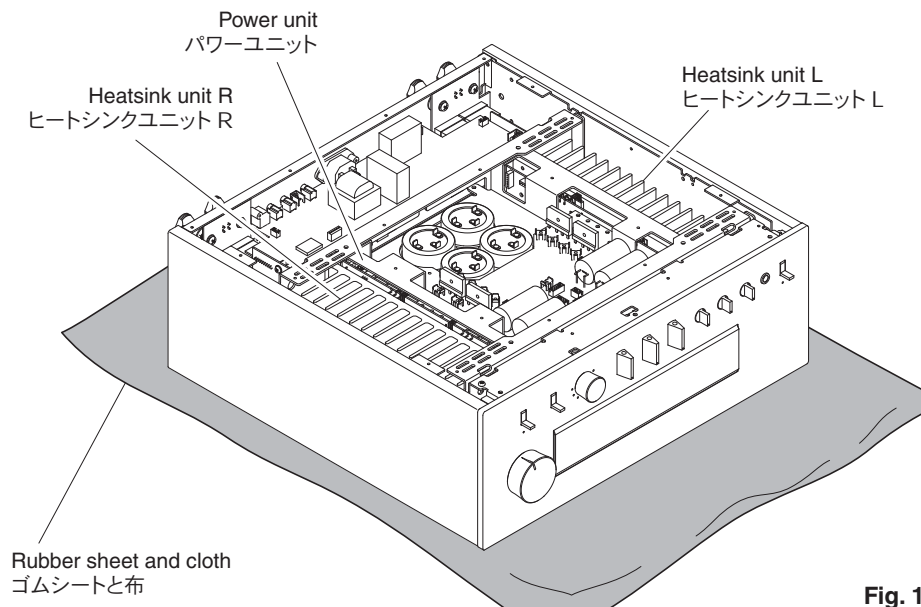

Fig. 11
- It is also possible to check the power unit, heatsink unit L and heatsink unit R from the bottom. (Fig. 11)
- パワーユニット、ヒートシンクユニット L、ヒートシンクユニット R は底面からチェックすることもできます。(Fig. 11)